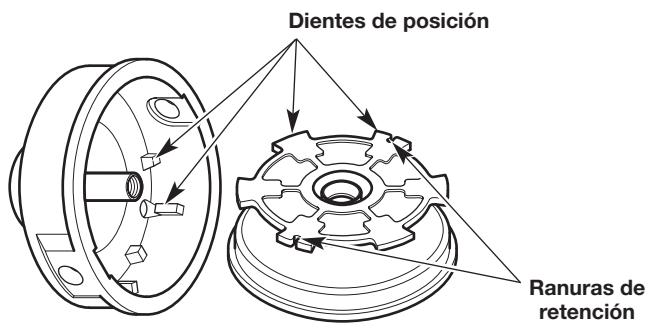

Fig. 29
- Controle los dientes de posición y las ranuras de retención para detectar si están desgastados (Fig. 29). Si es necesario, elimine las rebabas o reemplace el carrete interior y la bobina exterior.